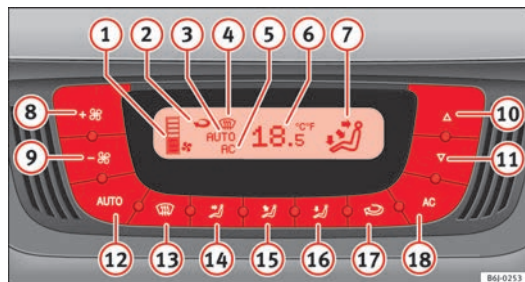

Fig. 104 Sulla plancia della strumentazione: comandi del Climatronic
- Premere i tasti ⑩ e ⑪ ⇒ fig. 104 per impostare la temperatura.
- ① Indicatore del livello del ventilatore.
- ② Indicatore della funzione di ricircolo
- ③ Indicatore **AUTO** (Funzionamento automatico).
- ④ Indicatore di disappannamento.
- ⑤ Indicatore AC (Raffreddamento attivo).
- ⑥ Indicatore della temperatura interna selezionata
- ⑦ Indicatore della direzione del flusso d'aria.
- ⑧ Aumento della velocità del ventilatore.
- ⑨ Diminuzione della velocità del ventilatore.
- Premere il tasto **AUTO**. Viene visualizzata l'indicazione ⇒ fig. 104 **7**.
- Premere i tasti **10** e **11** ⇒ fig. 104 per impostare la temperatura desiderata nell'abitacolo. Consigliamo una temperatura di 22 °C (72 °F).
- Premere uno dei tasti compresi tra ⇒ fig. 104 **14** e **16** oppure premere la manopola del ventilatore **8** e **9**. Si spegne l'indicazione **3**.
Il ventilatore si regola tramite i tasti **8** e **9** ⇒ fig. 104. Se la ventola è spenta (sullo schermo non è indicato nessun livello **1**) e si tiene premuto il tasto **9**, si spegne il Climatronic. In tal caso sul display comparirà la scritta **OFF**. ►
- Per attivare e disattivare la funzione di ricircolo si deve premere il tasto . È attiva se sul display compare il simbolo  ⇒ fig. 104.